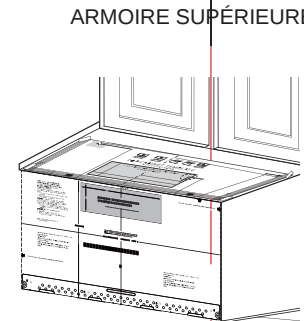

FIG. 2
1. Determine si su gabinete cuenta con un área hueca o con una parte inferior lisa y pareja. Consulte la Fig. 1. De ser pareja, pegue la plantilla con cinta sobre la superficie inferior (Fig. 2). De ser hueca, corte los extremos de la plantilla para que calce sobre la parte inferior hueca del gabinete. Es importante que los extremos de los gabinetes permitan una instalación nivelada del horno.
1. Déterminez si votre armoire a une zone avec renforcement ou un fond plat et lisse. Voir Fig. 1. S'il est plat, coller le patron sur le fond (Fig. 2). S'il a un renforcement, couper les bords du patron pour qu'il s'adapte sur le fond de l'armoire. Il est important que les bords des armoires permettent une installation de niveau du four.